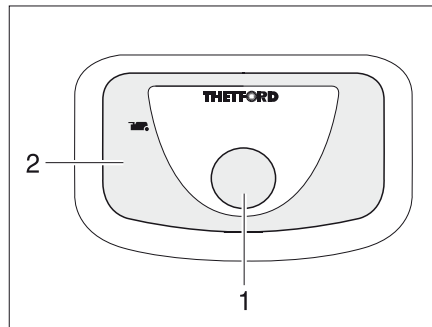

Bild 362 Spolknapp/kontrollampa Thetford-toalett
- För att spola, tryck på den blå spolknappen (Bild 362,1).
Kontrollampen (Bild 362,2) lyser när Thetford-kassetten måste tömmas.
- Skjut spjällspaken (Bild 362,1) medurs. Spjället stängs. För att kunna tömma toaletten **måste** spjället vara stängt i Thetford-toaletten.